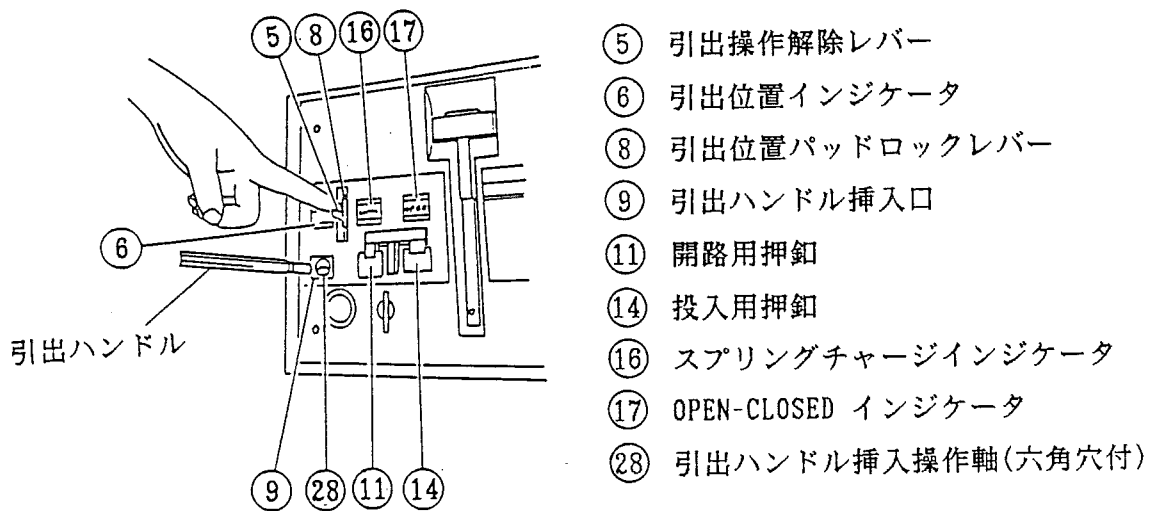

図24. 引出ハンドル挿入口をあける方法
OPEN-CLOSEDインジケータ(SHEET NO.32 図24 ⑰)は「OPEN」を表示しています。
スプリングチャージインジケータ(SHEET NO.32 図24 ⑱)は「DISCHARGED」を表示しています。
- 3) 引出位置インジケータ(SHEET NO.32 図24 ⑥)が「ISOLATED」を表示していることを確認して下さい。
- 6) 引出操作解除レバー(図24 ⑤)を下側に倒し、引出ハンドル挿入口(図24 ⑨)のシャッタをあげて下さい。
遮断器が移動を開始すると、引出操作解除レバー(SHEET NO.32 図24 ⑤)は上側へ復帰しますが、そのまま挿入操作を進めて下さい。遮断器が試験位置になると「カチッ」と機械音がして、遮断器はロックされ、引出ハンドルをまわすことができなくなります。
引出位置インジケータ(SHEET NO.32 図24 ⑥)は「TEST」を表示します。